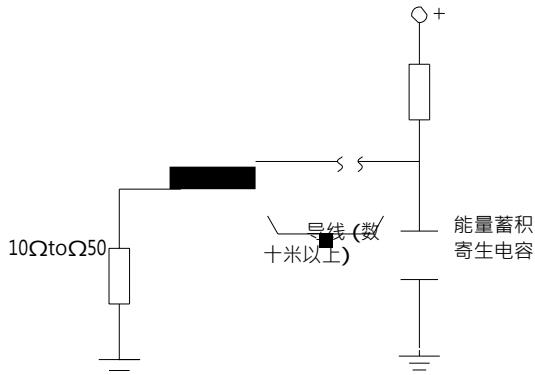

图 5
1.2.8 使用长导线时的注意点 在继电器触点电路中，使用数十米以上的长导线时，由于导线内有寄生电容量存在，会产生冲击电流，请在触点电路上串联电阻（约 $10\Omega \sim 50\Omega$ ），如图 5。